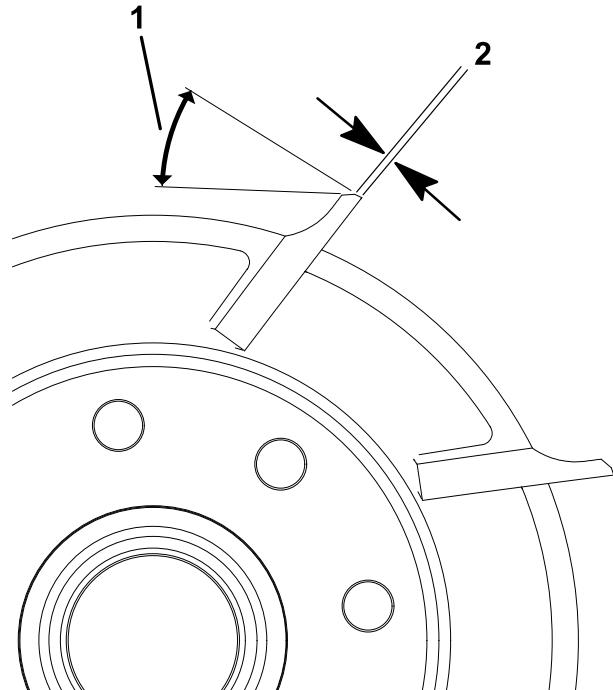

图11
1. 对所有滚刀棱面进行 30° 铲磨直至棱面宽度达到 0.761.27mm 图11。